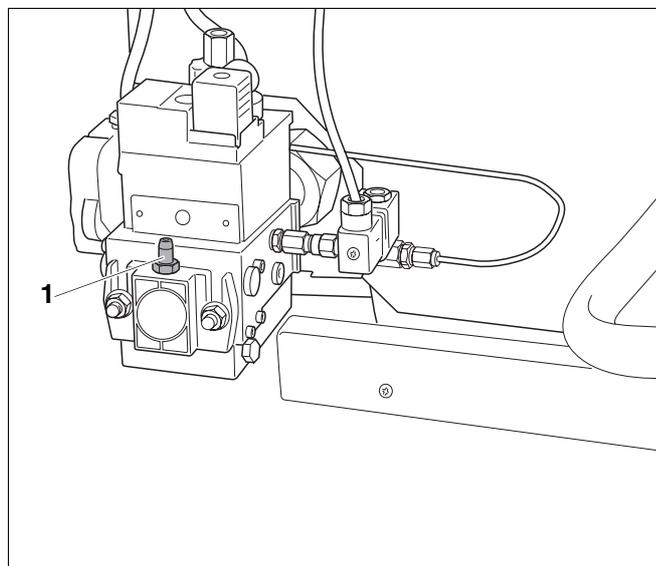

Fig. 9 Misurare la pressione di collegamento del gas
- Allentare di due giri la vite di chiusura del nippel di prova per la pressione di collegamento del gas e lo sfiato (fig. 9, **pos. 1**) sulla valvola del gas .
- Inserire il tubo flessibile di misura del manometro ad U sul nippel di prova (fig. 9, **pos. 1**).
- Avvitare accuratamente la vite di chiusura del nippel di prova per la pressione di collegamento del gas e lo sfiato (fig. 9, **pos. 1**).